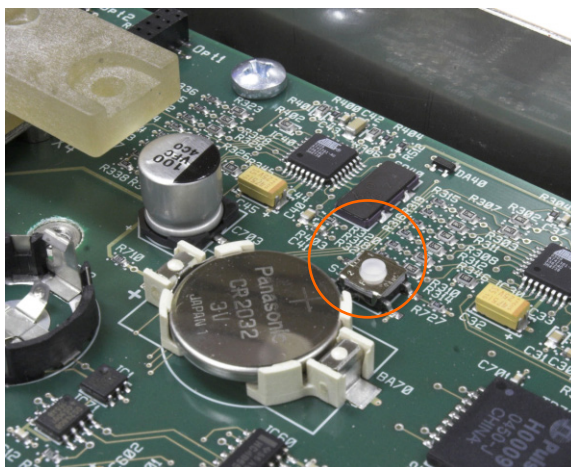

Figure A-38 : Emplacement du bouton de réinitialisation globale de la carte PCB principale
Pour supprimer toute la programmation dans le terminal et restaurer tous les paramètres aux valeurs par défaut, appuyez sur le bouton de réinitialisation principale (adjacent à la batterie). La Figure A-38 encercle l'emplacement de ce bouton. Pour de plus amples informations sur cette procédure, reportez-vous au manuel technique de l'IND780, Chapitre 4, **Service et Maintenance**.
- Pour réinitialiser également des données de balance, S2 (affiché en position OFF sur la Figure A-38) doit être placé sur ON avant une réinitialisation globale.